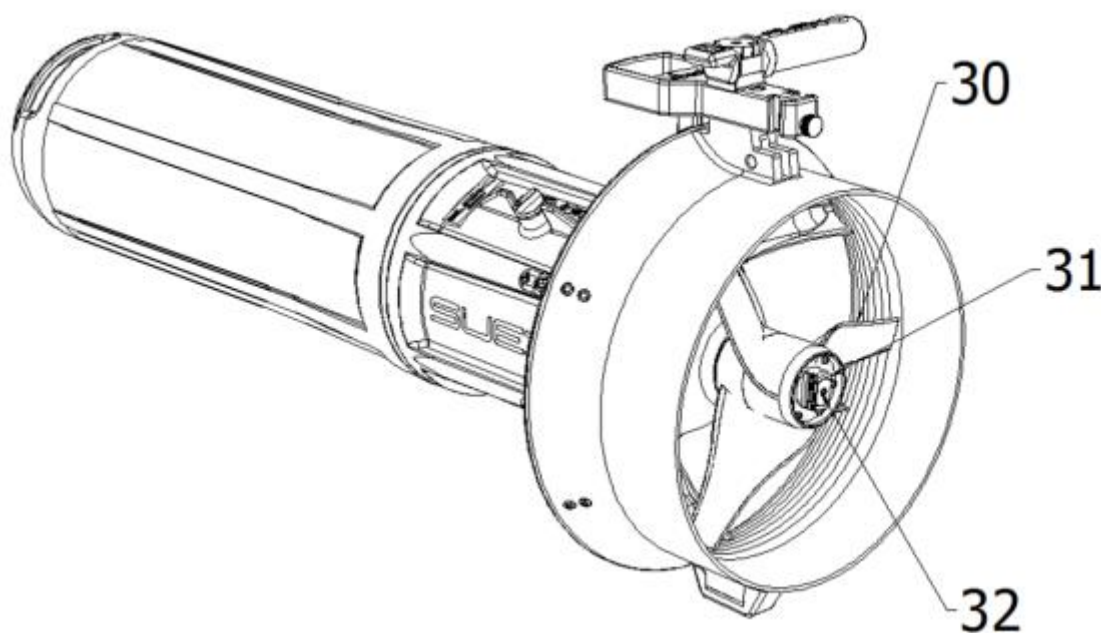

Fig.8 - Estrazione dell'elica
Afferrare l'elica per una pala (30 - Fig. 8) e svitare il pomello (31), girando in senso ANTIORARIO fino alla completa estrazione dell'elica.